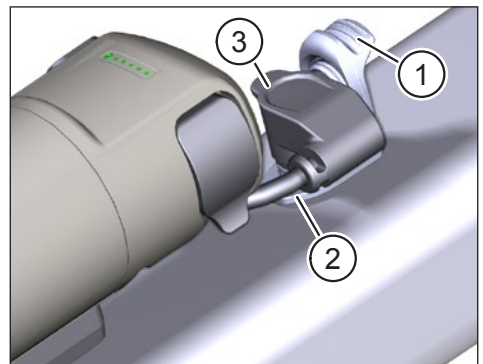

Fig. 8: Sluit de verbindingkabel aan op de oplaadpoort
- ▶ Klap de afdekking (Pos. 1 in Fig. 8) van de oplaadpoort (Pos. 2 in Fig. 8) op het frame van de e-bike open.
- ▶ Lijn de stekker (Pos. 3 in Fig. 8) van de aansluitkabel zodanig uit dat de codering van de stekker en de oplaadpoort overeenkomen.
- ▶ Steek de stekker in de oplaadpoort en zet de stekker vast met de afdekking (Pos. 1 in Fig. 8).